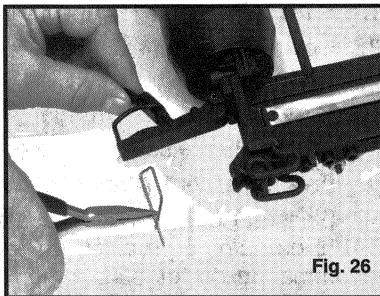

Fig. 26
4. Enlever le clou coincé. (Voir fig. 26).